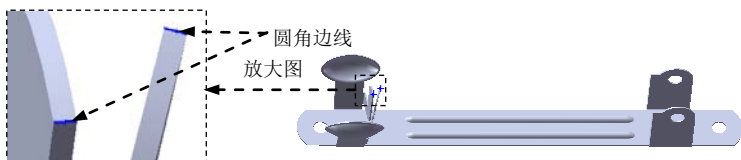

图 15.4.55 圆角边线
(2) 定义圆角类型。采用系统默认的圆角类型。
(3) 定义圆角对象。选取图 15.4.55 所示的边线为要圆角的对象。
(4) 定义圆角的半径。在 **圆角项目(I)** 区域的  文本框中输入圆角半径值 0.3，选取